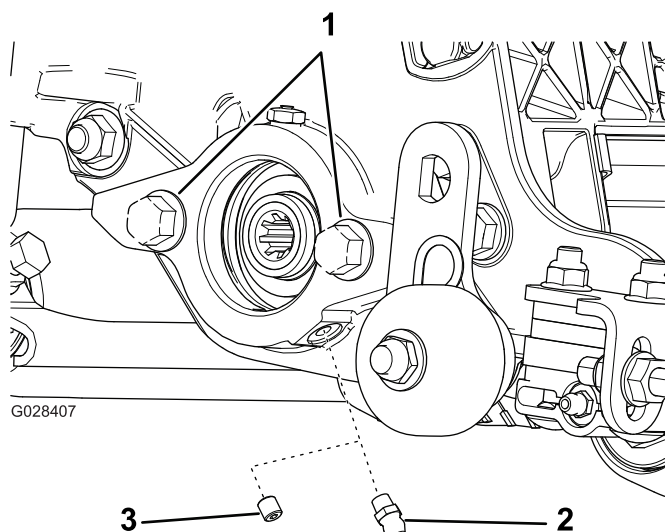

Figura 5
1. Retire e deite fora o parafuso de afinação da placa lateral do motor do cilindro (Figura 5).
2. Instale o bocal de lubrificação reto (Figura 5).
3. Se não existirem parafusos na placa lateral do motor do cilindro, instale-os (Figura 5).